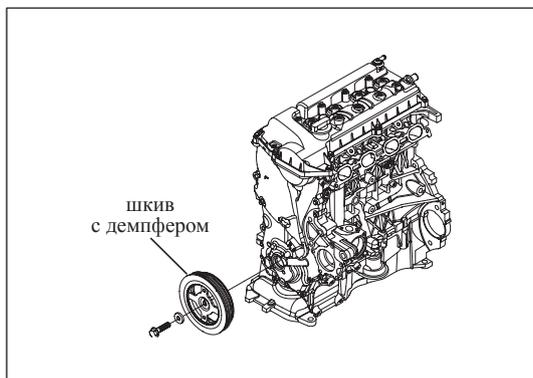

Рис. 13-3-24. Установка шкива с демпфером
(3) Установка шкива с демпфером
- б) Установить шкив с демпфером и цилиндрический штифт коленчатого вала на передний конец коленчатого вала (M12×1,25×47) и установить шайбу, как изображено на Рис. 13-3-24.